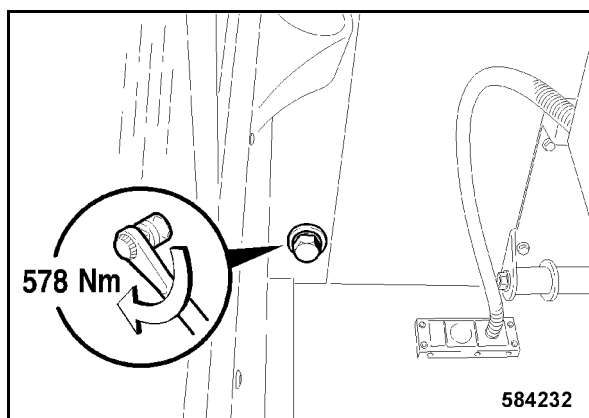

fig. 180
- Serrer la vis de fixation arrière intérieure droite à un couple de 578 Nm (fig. 180).